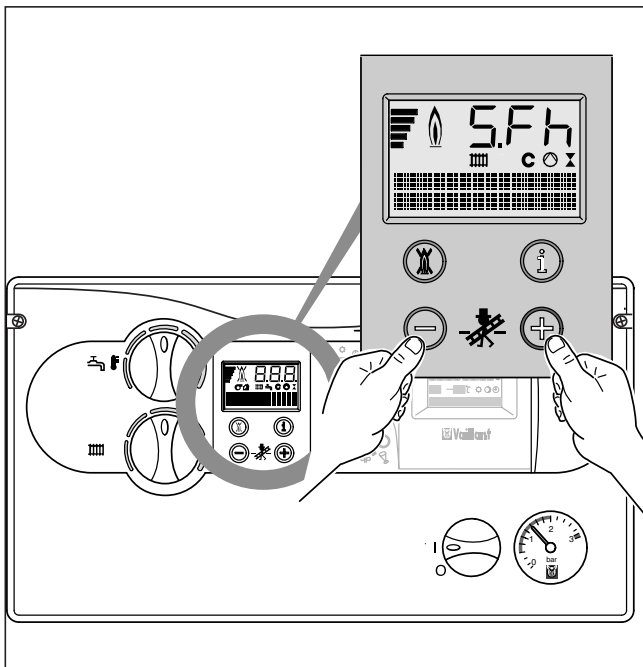

Abb. 6.2 Schornsteinfeger-Messungen
- Aktivieren Sie den Schornsteinfeger-Betrieb, indem Sie gleichzeitig die Tasten „+“ und „-“ des DIA-Systems drücken (Abb. 6.2).